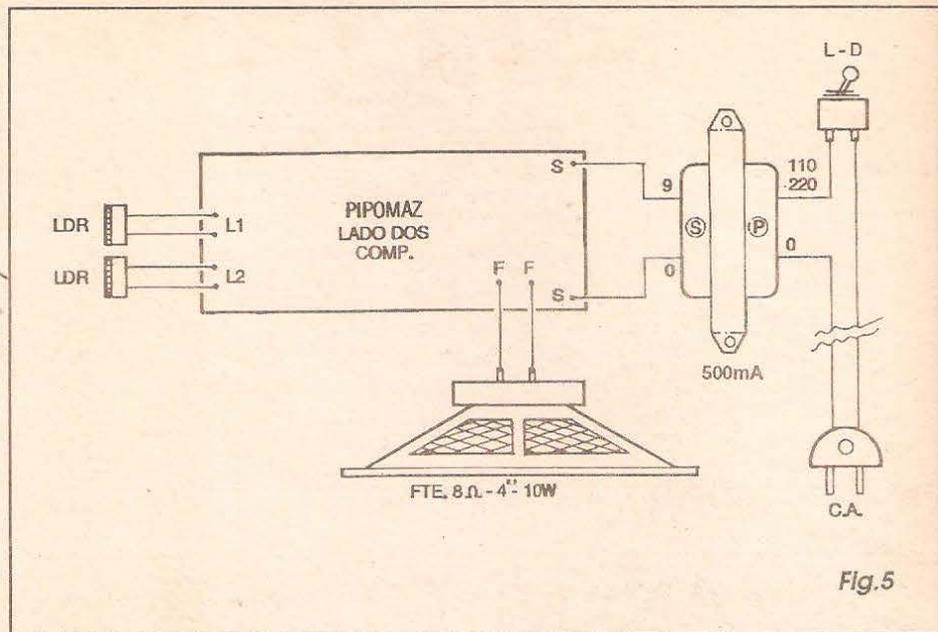

Fig.5
- FIG. 5 - CONEXÕES EXTERNAS À PLACA - O circuito impresso é ainda visto pela sua face não cobreada, enfatizando-se agora as ligações externas... Os dois LDRs devem ter seus terminais (não polarizados...) ligados aos conjuntos de ilhas/furos marcados com L1 e L2... Os terminais do alto-falante vão (através de pedaços de fio isolado, no conveniente comprimento...) aos pontos F-F. Finalmente, os dois fios aproveitados do secundário do trafo (correspondentes aos terminais de 0V e 9V, conforme já visto...), vão aos pontos S-S... Observar também as conexões do primário (P) do transformador ao interruptor geral e respectivo *rabicho* (em dúvida, consultar a figura 4-A...). Notar ainda que os dois LDRs, muito provavelmente deverão também ser conectados à placa através de pares de fios finos, de modo a mais confortavelmente organizar seu posicionamento nos respectivos tubos, conforme mostrarão as próximas figuras...